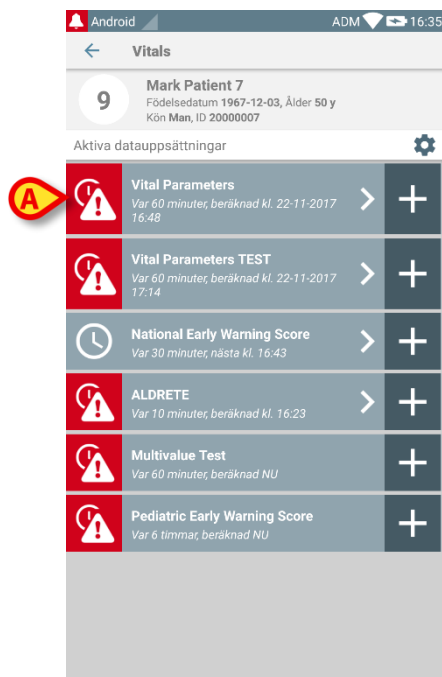

Fig. 58
För att redigera en befintlig uppsättning, på skärmbilden med listan över datauppsättningar (Fig. 58):
- Välj relevant datauppsättning (till exempel Fig. 58 **A**). Sammanfattningen av de insamlade datauppsättningarna öppnas (Fig. 59).